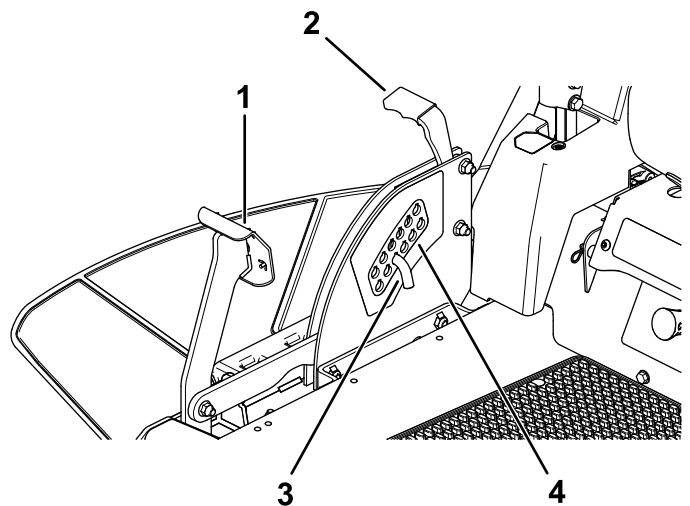

Figura 38
1. Pise el pedal de elevación de la carcasa y eleve la carcasa a la posición de bloqueo de transporte (que es también la posición de altura de corte de 114 mm) (Figura 38).
2. Para ajustar la altura de corte, retire el pasador del soporte de altura de corte (Figura 38).
3. Seleccione el taladro del sistema de altura de corte que corresponde a la altura de corte deseada, e inserte el pasador (Figura 38).